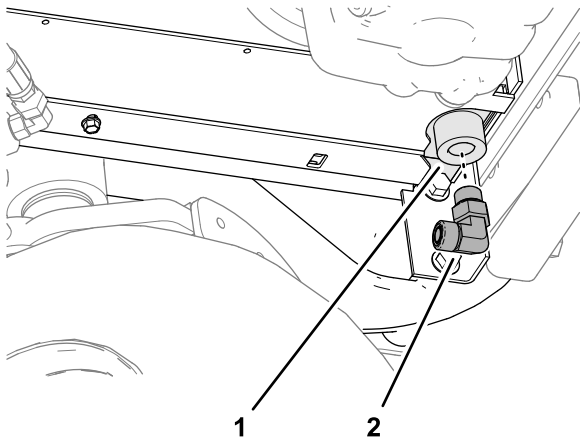

Figura 29
1. En la esquina inferior delantera del radiador, ensamble el acoplamiento de 90° (cierre frontal de junta tórica -8 / 3/4" SAE) en la salida del enfriador de aceite, tal y como se muestra en la Figura 29 y apriete la tuerca del acoplamiento.